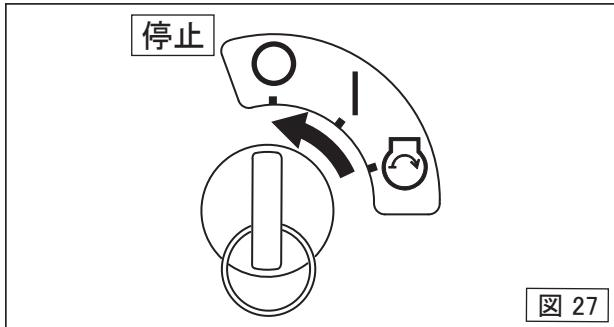

図 27
3. エンジンが停止したらキースイッチを停止の位置へ回します。停止の位置でブザー音が止まります。(図27)